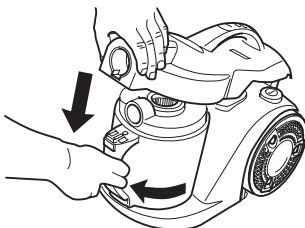

Abb. 27
15. Setzen Sie den Staubbehälter wieder in den Bodensaugsauger ein und drehen Sie ihn nach links (Abb. 27).
16. Schließen Sie den Gehäusedeckel (Abb. 27). Die Entriegelungstasten müssen hörbar einrasten. Prüfen Sie den Gehäusedeckel auf festen Sitz.